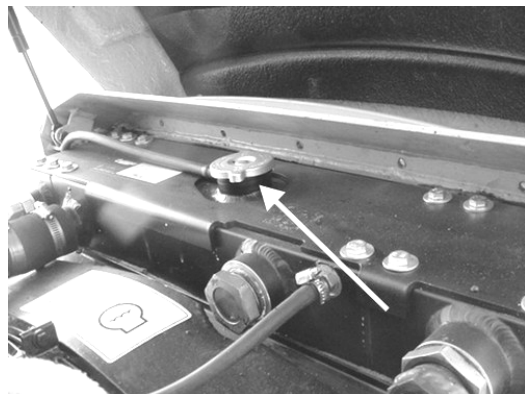

Рис. 5.17. Пробка заливной горловины
5.8.3. ПРОБКА ЗАЛИВНОЙ ГОРЛОВИНЫ (Рис. 5.17)
1. Открутить пробку заливной горловины (Рис. 5.17) выше описанным способом.
2. Наполнить систему охлаждения жидкостью через заливную горловину (Рис. 5.17) до требуемой емкости. Для заправки следует использовать охлаждающие жидкости, указанные в таблице 2 «КАРТА СМАЗКИ МАШИНЫ И ЗАПРАВОЧНЫЕ ЕМКОСТИ». Рекомендуется применять низкотемпературные, охлаждающие жидкости независимо от температуры окружающего воздуха.